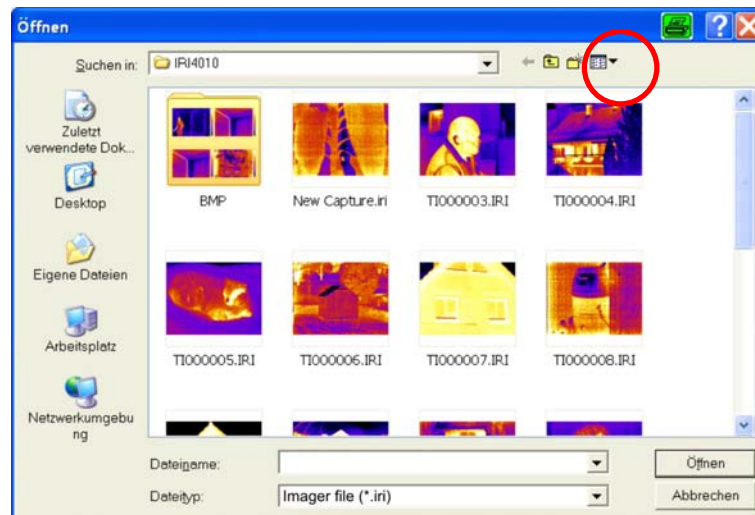

Abbildung 28: Windows Explorer
1) Öffnen – Über den Windows Explorer (siehe Abbildung 28) wird eine iri-Datei auf dem Computer geöffnet.
- 3) Speichern unter... – Die Bilder werden in einem Fenster gespeichert, das dem Fenster "Öffnen" in Abbildung 28 ähnelt, es muss jedoch ein Dateiname eingegeben werden.
- 2) Speichern als Bitmap – Speichern des Anwendungsfensters oder des Wärmebildes als Bitmap-Datei, das dem in der Abbildung 28 oben gezeigten entspricht.